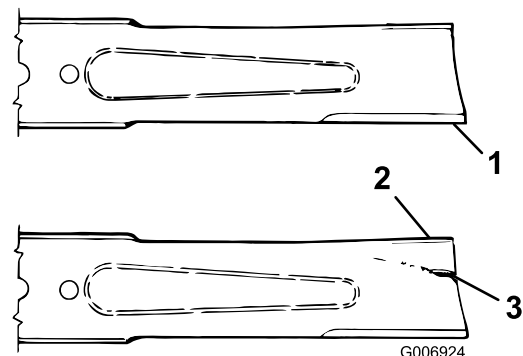

Figura 31
2. Inspeccione los filos de corte (Figura 31). Si los bordes no están afilados o tienen mellas, retire las cuchillas y afílelas; consulte Afilado de las cuchillas (página 29).
3. Inspeccione las cuchillas, especialmente la parte curva (Figura 31). Si observa daños, desgaste o la formación de una ranura en esta zona (Figura 31), instale inmediatamente una cuchilla nueva.